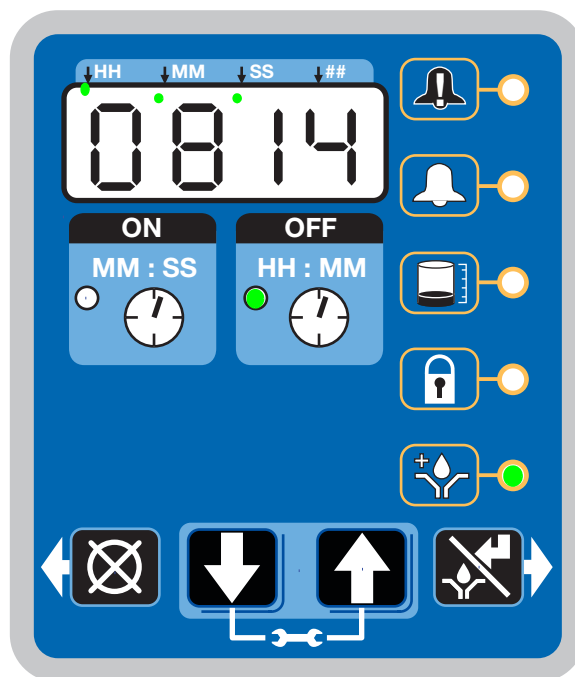

ABB. 23
- Das Gerät schaltet erst ab (OFF) und schaltet dann wieder ein (ON).
- Die LED neben der Uhr im OFF-Feld leuchtet (ABB. 23).
- Die Vorschmierungs-LED leuchtet (ABB. 23).
- Das Display zeigt die verbleibende Zeit bis zum nächsten Schmierungszyklus an. Das Beispiel in ABB. 23 zeigt, dass 8 Minuten und 14 Sekunden verbleiben, bis der nächste Schmierungszyklus beginnt.